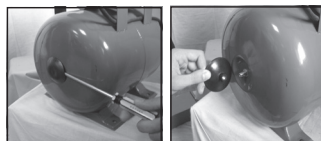

рис. 2
- сняв заглушку с ниппеля (в задней торцевой части бака) проверить давление манометром (автомобильным), как показано на Рис.2;